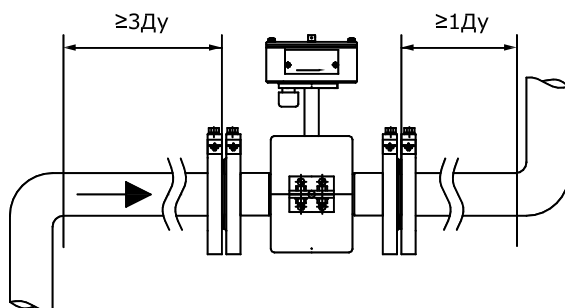

Рис. 8.4
8.2.6 Расходомер необходимо располагать в той части трубопровода, где пульсации и завихрения минимальные. При установке расходомера необходимо обеспечить прямолинейные участки трубопровода длиной не менее $3 D_u$ до и $1 D_u$ после ППР (см. рис. 8.4).